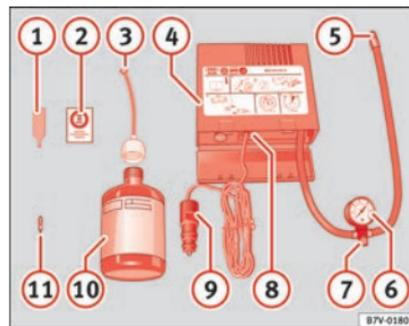

Fig. 62 Représentation standard : contenu du kit anticrevaison.
- Dévissez le capuchon et l'obus de la valve du pneu. Utilisez l'appareil » **fig. 62 1** pour extraire l'obus. Placez-le sur une surface propre.
- Agitez fortement la bouteille de produit de colmatage des pneus » **fig. 62 10**.
- Vissez le tuyau de gonflage » **fig. 62 3** sur la bouteille de produit de colmatage. Le plombage du goulot de la bouteille est automatiquement percé.
- Retirez le bouchon du tuyau de remplissage » **fig. 62 3**, puis vissez l'extrémité ouverte du tuyau sur la valve du pneu.
- Placez de nouveau l'obus de valve sur la valve du pneu avec l'outil » **fig. 62 1**.
- Vissez le tuyau de gonflage du pneu du compresseur » **fig. 62 5** sur la valve du pneu.
- Vérifiez si la vis d'évacuation d'air est serrée » **fig. 62 ⑦**.
- Branchez le connecteur » **fig. 62 ⑨** à une prise de courant de 12 volts du véhicule » **page 186**.
- Raccordez le compresseur d'air au commutateur ON/OFF » **fig. 62 ⑧**.